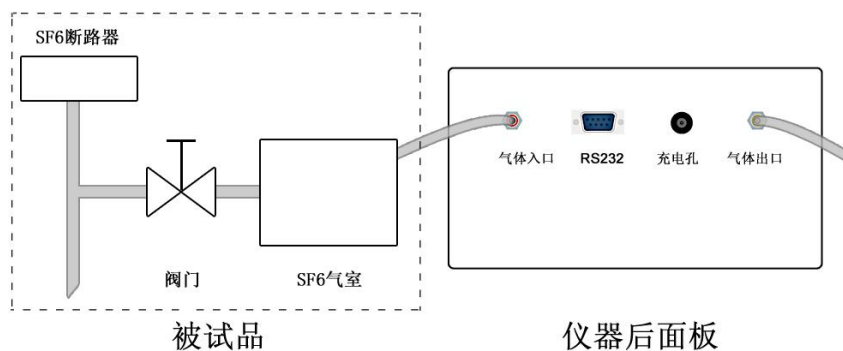

图 4 正确接线
按图 4 所示连接方法正确连接仪器的进气管和出气管。
**注意：**①按图 4 正确连接测量管道，不要将进气管和出气管接反；②进气管和 SF6 设备的螺母接头要用扳手拧紧；③出气管另一端应指向下风方向，或用专门的设备收集废气。